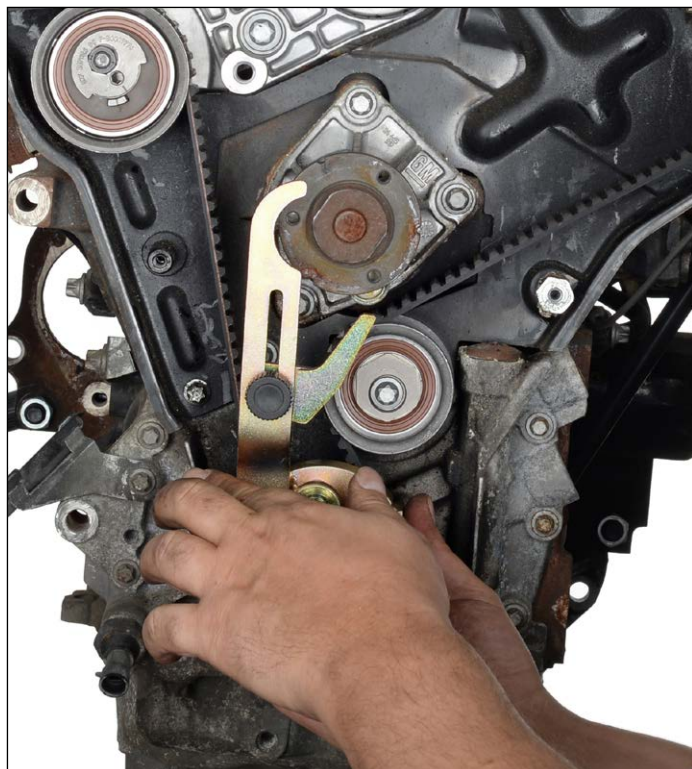

Рис. 2
2. Установите фиксатор коленчатого вала OE (KM-800-10) на вал (Рис. 2) и медленно проворачивайте коленчатый вал в направлении вращения двигателя до упора рычагом во фланец водяного насоса (Рис. 3). Риски на шестернях распределительных валов должны совпасть с реперами на заднем кожухе, а риска на коленчатом валу должна совпасть с репером в нижней части отсека в положении «6 часов» (Рис. 4).